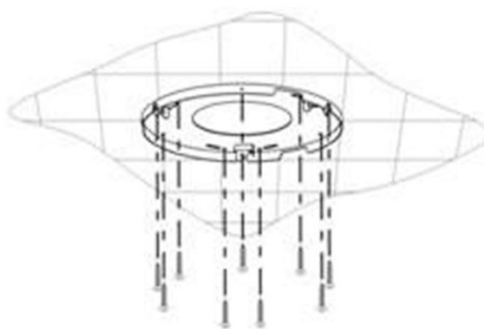

Рисунок 2
4. Используя подвесную доску, просверлите в потолке 9 отверстий. С помощью 9 шурупов ST6x40 мм закрепите доску на деревянном потолке либо используйте 6 дюбелей для закрепления доски на бетонном потолке. См. рисунок 2.